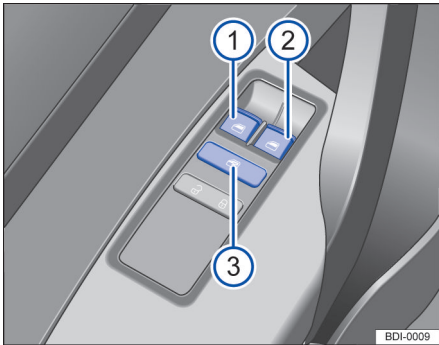
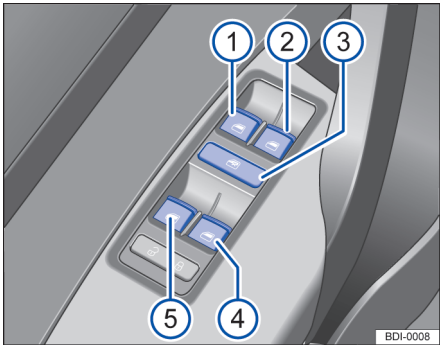

图 41 在驾驶员侧车门内：前部车窗升降器的按钮
图 42 在驾驶员侧车门内：前部和后部车窗升降器的按钮（部分车型配备后部车窗升降器按钮）
⇒ 图 41 ⇒ 图 42 的图例：
安全按钮⇒ 图 41 ⇒ 图 42 ③ 停用后车门内的车窗升降器按钮。这时按钮中的黄色指示灯亮起。